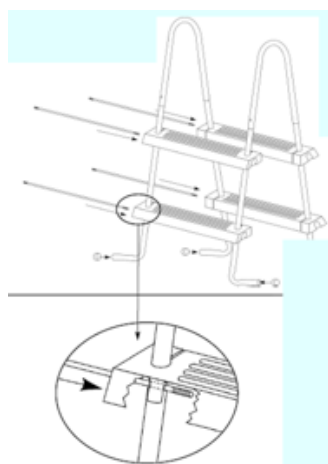

Abb.20
- Schieben Sie nun bei allen vier Stufen jeweils eine Stufenstange (Teil 19) durch das jeweilige Loch im Leiterbein, unter der Stufe zum gegenüberliegenden Loch des anderen Leiterbeines. (Abb. 20). Stecken Sie jeweils eine Kunststoffkappe (Teil 17) auf jedes Leiterbein.